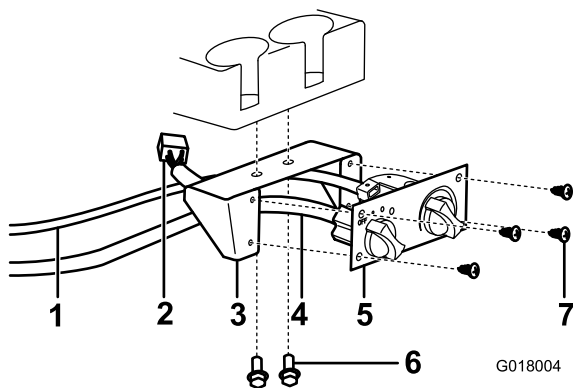

Figure 17
- Fixez le support de commande de chauffage à la planche de bord sous les porte-gobelets avec 2 vis à embase et écrous (Figure 17).
- Branchez le câble de la commande de chauffage et le connecteur du faisceau de câblage noir à la commande de chauffage et le connecteur de faisceau de câblage blanc au chauffage (Figure 17).
- Fixez la commande de chauffage à son support avec 4 vis à tôle (Figure 17).